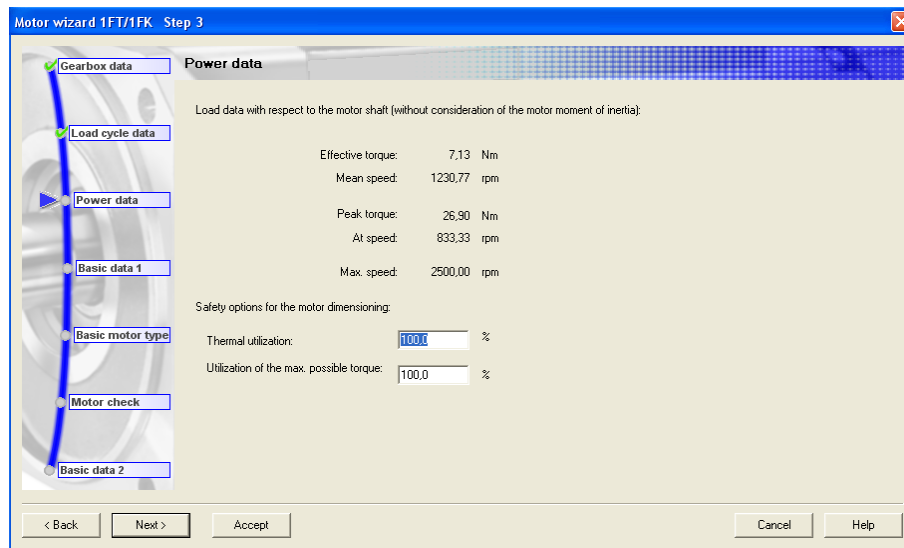

Figura 3.2.47 “Power data”
Paso 3 *Power data* (figura 3.2.47): en este paso se mostrarán los datos de potencia del motor, es decir, el par efectivo (*Effective torque*), la velocidad media (*Mean speed*), la velocidad máxima (*Max. Speed*) y el par máximo (*Peak torque*) y a la velocidad a la que se alcanzará. Además de poder configurar las opciones de seguridad para el dimensionamiento del motor, aprovechamiento térmico y utilización máxima del par, en ambos casos se debe indicar el tanto por ciento que se desee, en este caso, el 100%.